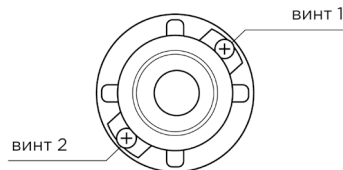

рис. 13-6
1. Сначала снимите защитную крышку сетки нитей расположенную между окуляром зрительной трубы и фокусирующим кольцом, вы увидите два фиксирующих винта сетки нитей (смотри рис. 13-6).